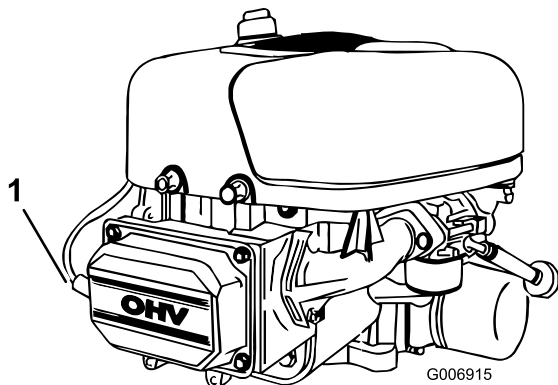

Figura 24
5. Scollegate il cappellotto dalla candela (Figura 24).
3. Collegate il cappellotto alla candela (Figura 24).